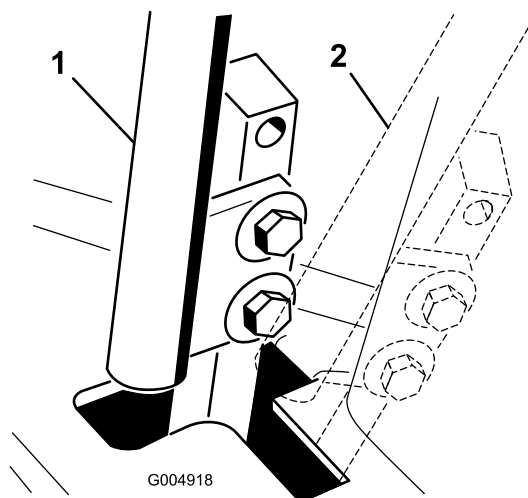

Figura 62
4. Mettete una leva in folle **senza bloccarla** (Figura 62).
6. Controllate dove la leva di comando corrisponde alla tacca nella console (Figura 62). Dev'essere al centro, e consentire lo spostamento della leva verso l'esterno, in posizione di bloccaggio in folle.